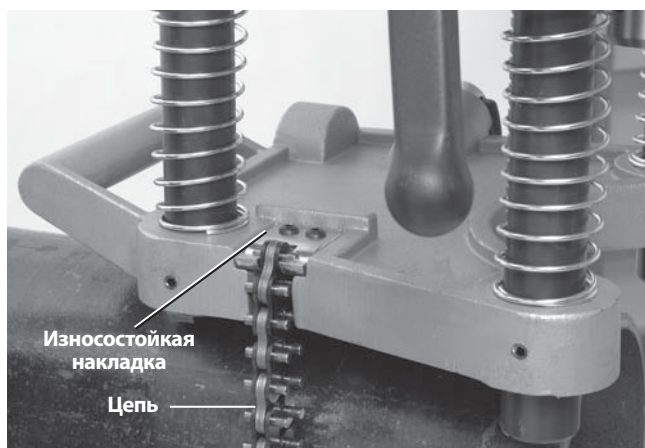

Рис. 5 - Крепление цепи HC-450
3. Для обеспечения устойчивости и направления станка для вырезания отверстий всегда следует держать хотя бы одну руку на станке. Ухватитесь за конец цепи и плотно натяните ее вокруг трубы. Зацепите ближайший штифт цепи за износостойкую накладку и плотно затяните поворотную ручку для удержания станка для вырезания отверстий на трубе. (См. рис. 5.)